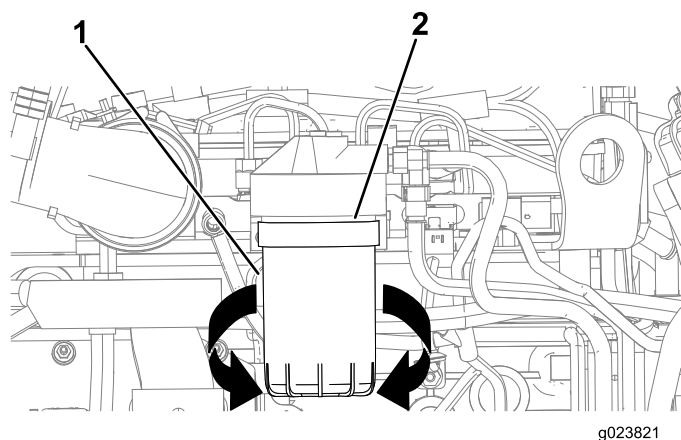

Figura 129
3. Coloque un recipiente de drenaje o varios trapos debajo del filtro de combustible secundario y del adaptador del filtro de combustible (Figura 129).
4. Gire el filtro de combustible en sentido antihorario y retire el filtro de combustible (Figura 129).
7. Alinee el filtro de combustible con el adaptador del filtro de combustible y gírelo en sentido horario hasta que la junta del filtro de combustible entre en contacto con el adaptador del filtro de combustible (Figura 129).
8. Apriete el filtro de combustible a mano 1/2 vuelta más (Figura 129).